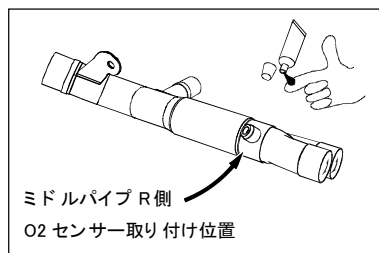

図. 4
- ② 図.4を参考にミドルパイプL、RへO2センサーを取り付け、フロントパイプ差込部、ミドルパイプ差込部の内側にME30(構成部品表 18番)を適量塗布します。